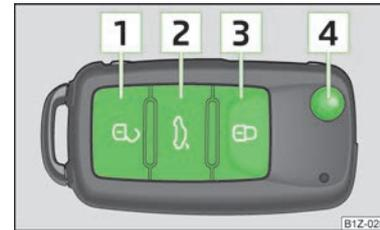

Fig. 13
- » Pulsar la tecla **1** » fig. 13.
- » Pulsar la tecla **3** » fig. 13.
- » Pulsar la tecla **3** » fig. 13 dos veces en 2 segundos. Para más información » página 28.
- » Pulsar la tecla **2** » fig. 13. Para más información » página 33, *Abrir/Cerrar*.
- » Pulsar la tecla **4** » fig. 13.
- » Pulsar la tecla **4** » fig. 13 y plegar el paletón de la llave.
El desbloqueo del vehículo se indica mediante dos parpadeos de las luces intermitentes. Si se desbloquean las puertas del vehículo con la tecla **1** » fig. 13 sin abrirse ninguna puerta ni la tapa del maletero en los 30 segundos siguientes, las puertas del vehículo se volverá a bloquear automáticamente y se activa el seguro Safe, o bien la alarma antirrobo. Esta función impide un desbloqueo accidental del vehículo. ▶